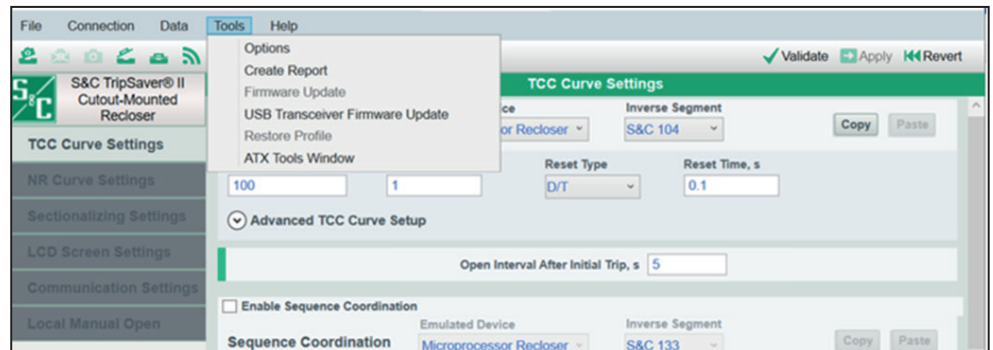

Figura 58. Actualización del Firmware del Transceptor USB en el menú Tools (Herramientas)
- PASO 2.** Seleccione la opción **Tools>USB Transceiver Firmware Update (Herramientas>Actualización del Firmware del Transceptor USB)** en el menú **Principal**. Ver Figura 58.